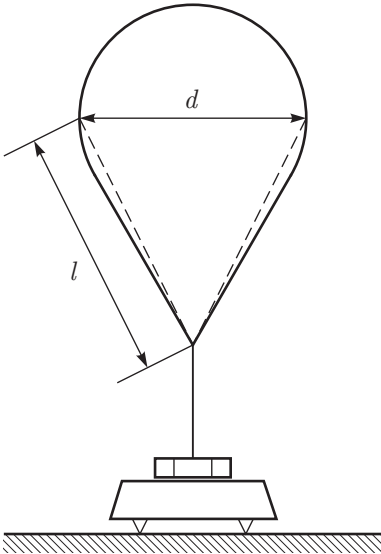

Рис. 7
2. Прикрепим к шарика, заполненному гелием, груз и взвесим его на весах (рис. 7). Сила тяжести груза превышает подъёмную силу шарика. Груз давит на весы с силой равной разности силы тяжести, действующей на груз, оболочку и нить, и подъёмной силы шарика $F = m_{\text{г}}g - F_{\text{п}}$. Поскольку с течением времени подъёмная сила уменьшается, то показания весов увеличиваются по закону